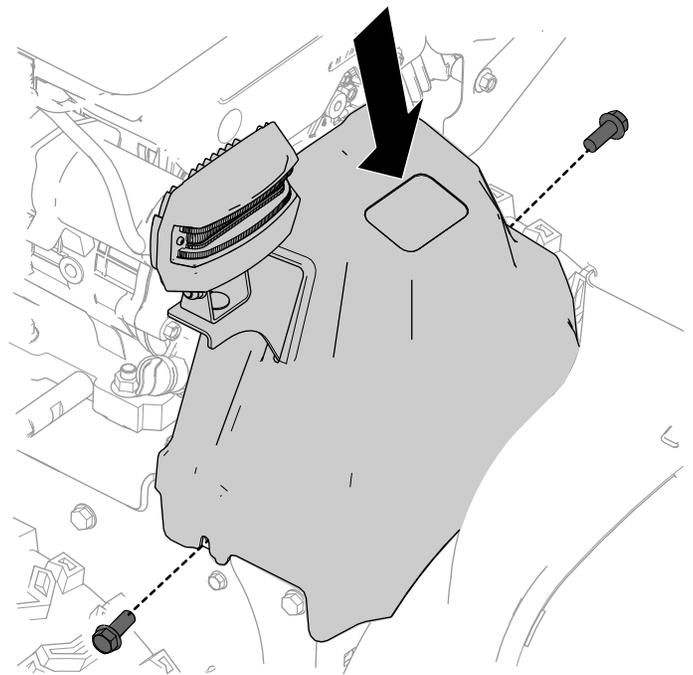

Figura 23
1. Montate il paracinghia alla macchina, e fissate con le 2 viti (1/4" x 5/8") (Figura 23).